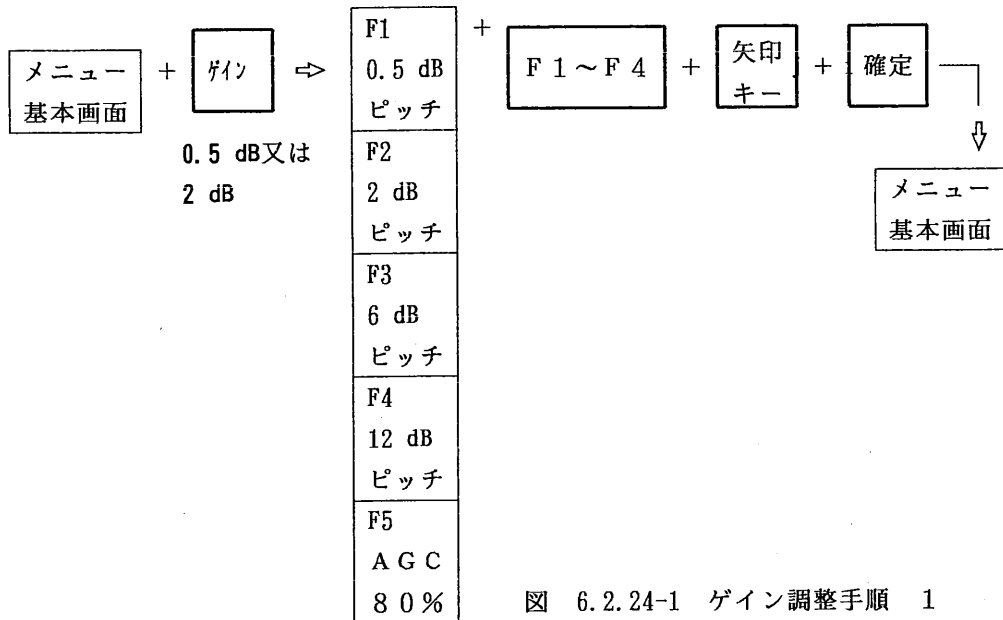

図 6.2.24-1 ゲイン調整手順 1
- ① ゲインを調整する場合は、機能キー [0.5 dB又は 2 dB]（以下、ゲインキーと言います）を1回押します。この操作によって、図 6.2.24-1 に示したように、メニューエリアは、メニュー基本画面から図 6.2.4.-1 の選択メニュー画面に変わります。この場合、0.5 dBキーを押したときは、メニュー画面内のカーソルは[0.5 dB]に、2 dBキーを押したときは、メニューエリア内のカーソルは[2 dB]に自動的に設定されます。
- ② 所定のゲイン値を選択キー[F1 ~F5]のいずれか一つのキーを1回押して選択します。
- ③ 設定したゲイン値を微調整しない場合は、確定キーを1回押します。設定したゲイン値が確定され、メニュー画面は、メニュー基本画面に戻ります。
- ④ さらに、設定したゲイン値を微調整したいときは、矢印キーで探傷図形中のエコー高さ（又はパルス高さ）を観測しながら、又は探傷条件表示エリアに表示される数値を見ながら調整します。